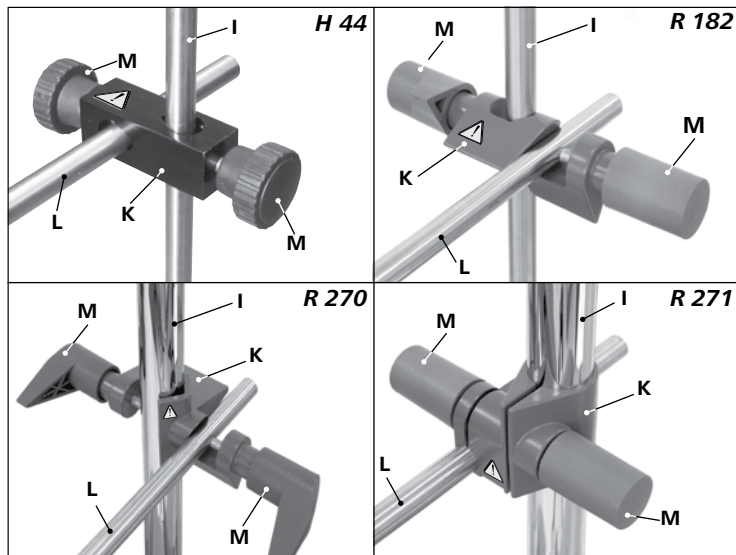

Fig. 1
- Kreuzmuffe (**K**, siehe **Fig. 1**) an Stativsäule (**I**, siehe **Fig. 1**) befestigen; freie Kreuzmuffenseite muss nach oben zeigen (**R 182 / R 270**)!
- Ausleger des Laborgerätes (**L**, siehe **Fig. 1**) befestigen.
- In gewünschter Positionierung des Laborgerätes beide Drehgriffe (**M**, siehe **Fig. 1**) nacheinander kräftig, handfest anziehen.